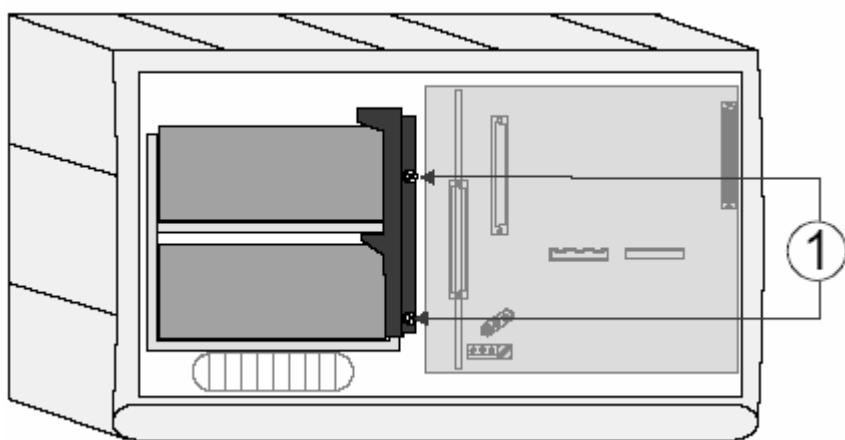

Рис. 4: Установка аккумулятора, например, в компакт-корпусе IQ8Control C
- Установите аккумуляторы, как показано на рисунке, и вставьте крепление (Рис.4).